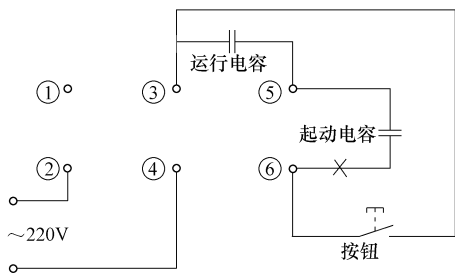

图 6-6 采取按钮代换的应急处理方法
按照如图 6-6 所示，断开接线头⑥的起动电容引线，串联接入一只按钮，并改接到桩头③上，即用按钮代替离心开关。起动时，按下按钮数秒钟，待电动机正常起动后，再松开手，电动机即可正常运行。